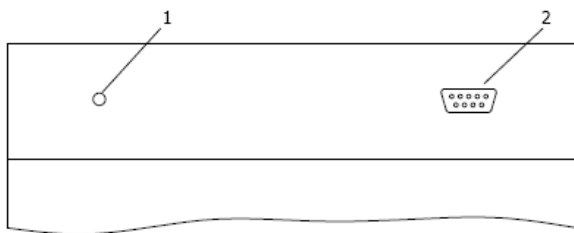

Рисунок 2 (Вид А на рисунке 1).
С правой стороны в верхней части корпуса расположен разъём для подключения пульта дистанционного управления (ПДУ) и отверстие калибровочного потенциометра (см. рисунок 2).
9.3.1.9. Определить относительную погрешность измерения на данной числовой отметке цифрового измерительного прибора. В случае превышения значения относительной погрешности $\pm 4\%$ обесточить штепсельный разъем кабеля питания УИММ.300.000.000 и произвести подстройку цифрового измерительного прибора при помощи калибровочного многооборотного потенциометра. Отверстие калибровочного потенциометра находится с правой стороны корпуса – «Регулировка» (см. рисунок 2.). Затем повторить действия, начиная с п. 9.3.1.6.